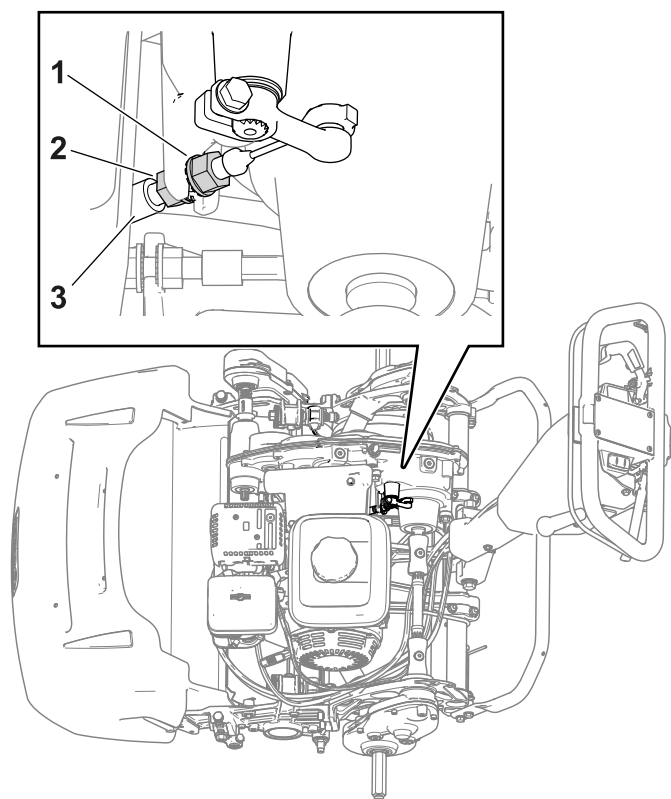

Рисунок 37
- Для увеличения натяжения троса отпустите переднюю контргайку троса и затяните заднюю контргайку (Рисунок 37). Повторите операцию 2 и при необходимости отрегулируйте натяжение.
- Для уменьшения натяжения троса отпустите заднюю контргайку троса и затяните переднюю контргайку (Рисунок 37) Повторите операцию 2 и при необходимости отрегулируйте натяжение.